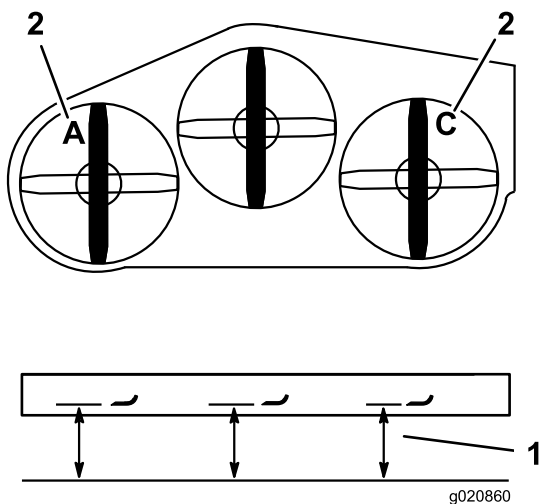

Figure 85
- Mesurez et notez la distance au point **A** entre la surface plane et le tranchant de la pointe de la lame gauche (Figure 85).
- Mesurez et notez la distance au point **C** entre la surface plane et le tranchant de la pointe de la lame droite (Figure 85).
3. Mesurez et notez la distance au point **C** entre la surface plane et le tranchant de la pointe de la lame droite (Figure 85).